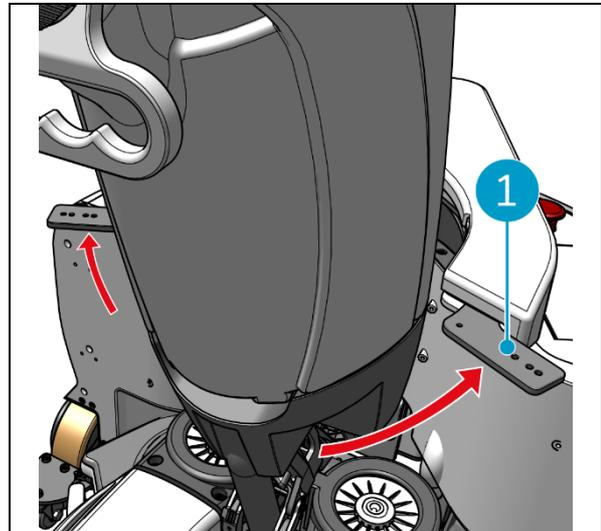

Figura 40
1. Sbloccare l'anello di fissaggio di i-walk (Figura 40, pos. 1).